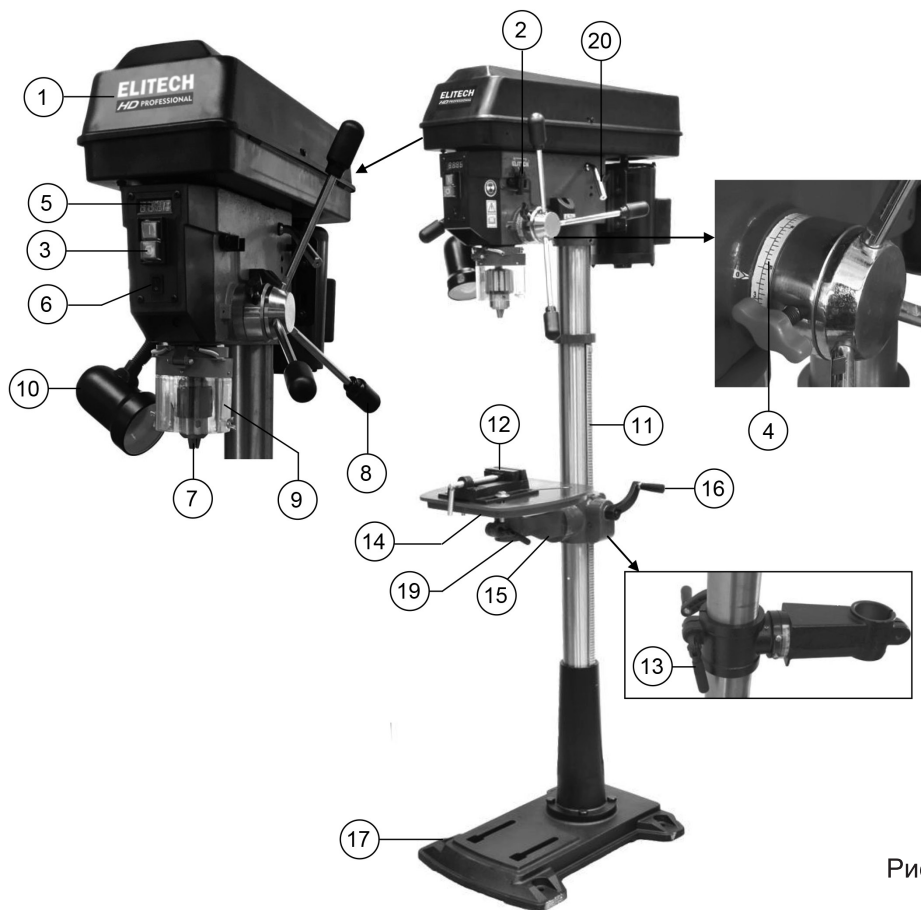
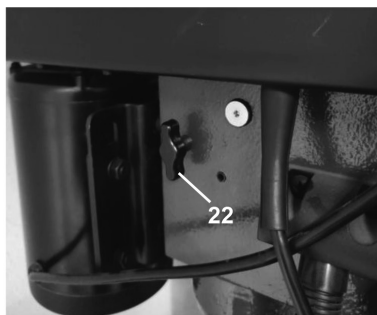
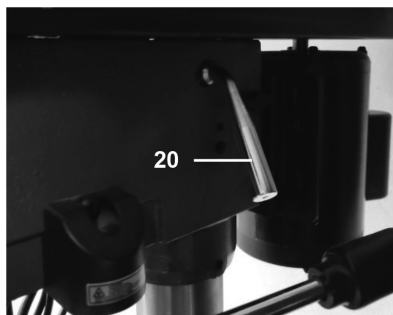

Рис. 3
Рис. 15
Рис. 16
Для этого ослабьте два винта 22 (рис. 15) и рычагом 20 (рис. 16) ослабьте натяжение клинового ремня под крышкой кожуха ременной передачи. Откройте крышку кожуха ременной передачи 1 (рис. 3) и переместите ремень на другой шкив, натяните ремень рычагом (20) и зафиксируйте винты (22).